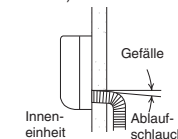

Abb. 3-69 18
- a) Der Ablaufschlauch muss ein Gefälle nach außen aufweisen. (Abb. 3-69)